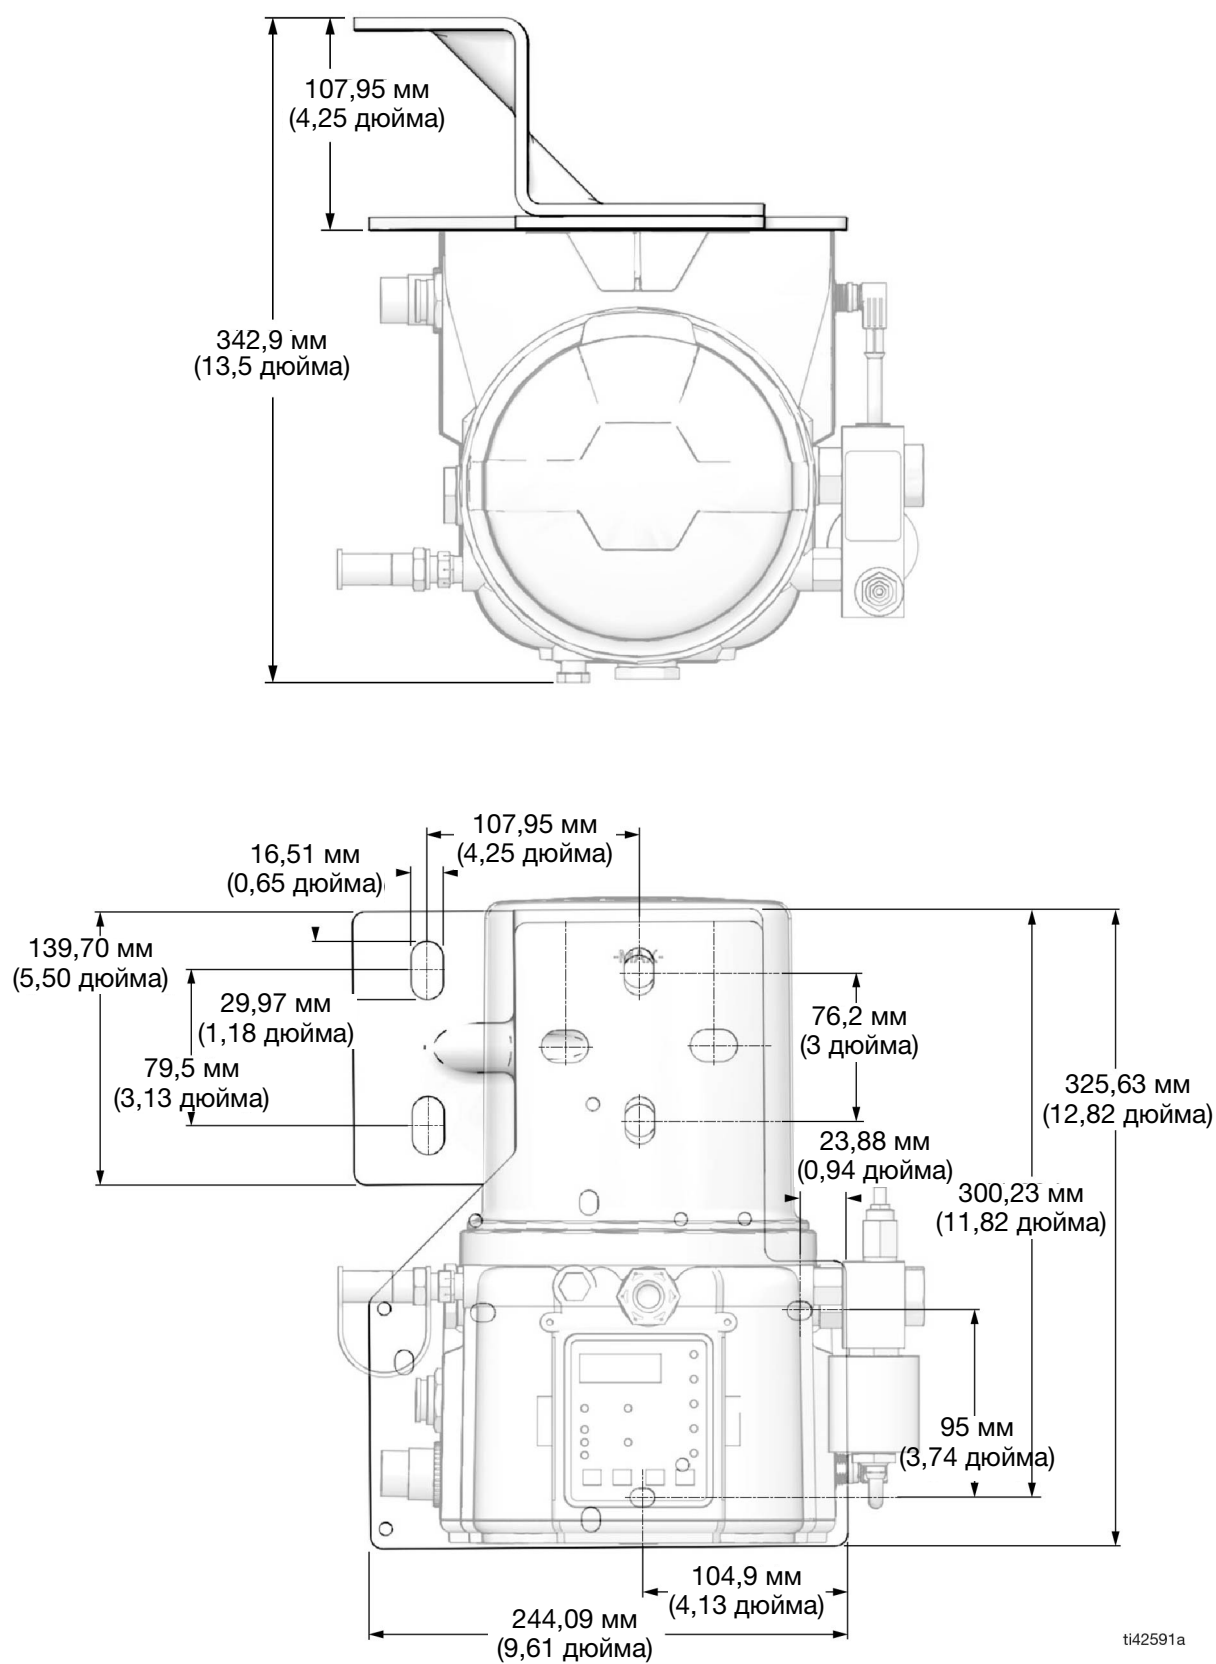

Рис. 12
**ПРИМЕЧАНИЕ:** Монтажные кронштейны (артикул 25Т767 и 25Т567), которые подходят для крепления на рамах большинства грузовых автомобилей, можно приобрести в компании Graco. Для заказа этих деталей обратитесь к местному дистрибьютору Graco. Информацию о кронштейне с указанием размеров насоса см. на Рис. 12, стр. 15.